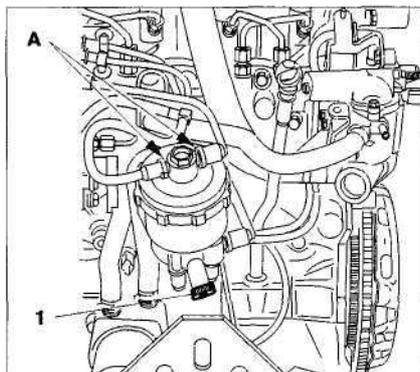

Рис. 7.28. Открутите болт для прокачки 1. Очистите штуцеры топливного фильтра А.
4. Открутите болт для прокачки 1 (рис. 7.28). Очистите штуцеры топливного фильтра А.